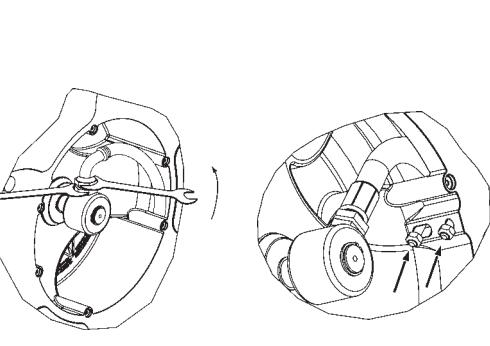
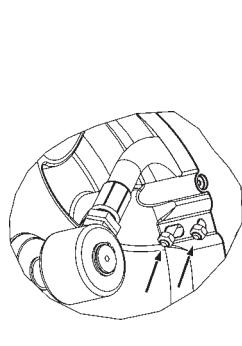

Fig. 8a
Fig. 8b
- Fix the hose to the swivel as indicated in figure 8a and fix the U bolt as shown in figure 8b.
- Fixer le flexible à la rotule comme indiqué dans la figure 8a et fixer les boulons en « U » comme illustré dans la figure 8b.
- Befestigen Sie den Schlauch wie in (Fig. 8a) beschrieben am Drehgelenk und ziehen Sie den „U-Bolzen“ wie in (Fig. 8b) dargestellt an.
- Disconnect the hose as shown (fig. 8a). Release the hose from the disk by removing the clamp (fig. 8b).
- Desconecte la manguera usada según se indica en la imagen (fig. 8a) y libere la manguera del disco retirando el abarcón de fijación manguera (fig. 8b).
- Débranchez le flexible comme indiqué (fig. 8a). Dévissez le boulon en « U » et retirez le flexible (fig. 8b).
- Entfernen Sie den Schlauch wie in (Fig. 8a) gezeigt. Lösen Sie den Schlauch von der Scheibe wie in (Fig. 8b) gezeigt, indem Sie die Klammer entfernen.